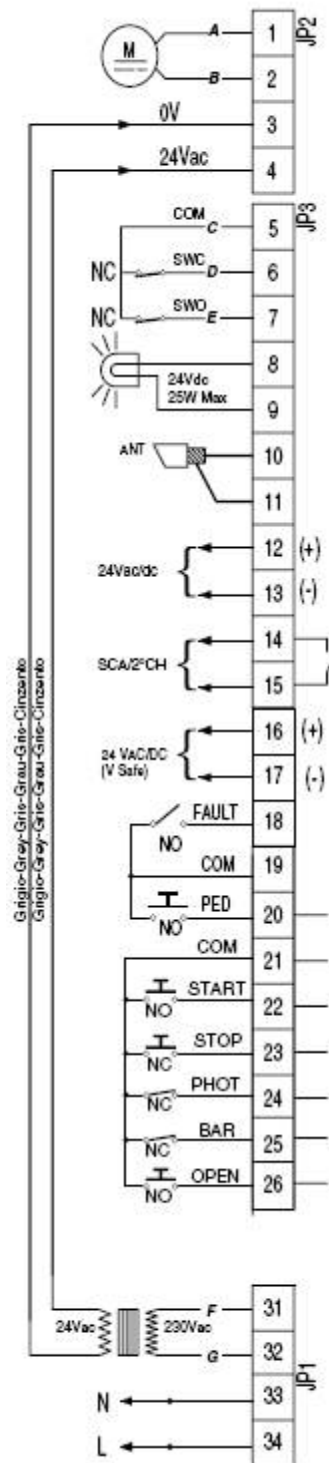

рис.17
12. Подсоединения к клеммам (рис. 17).